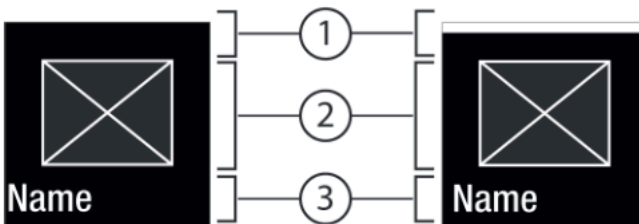
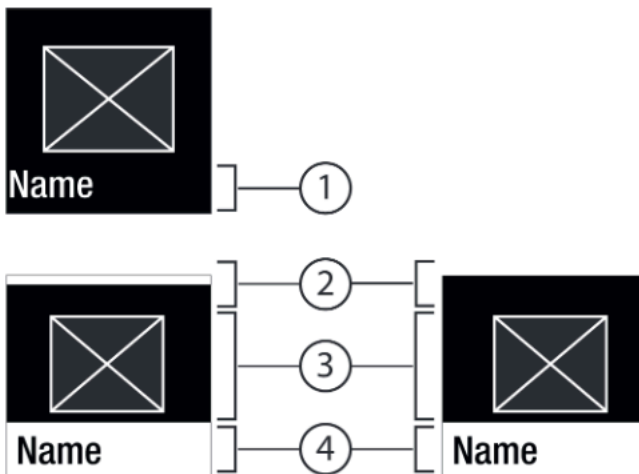

Fig. 7
Fig. 8
- Con Conferma Fig. 6 (2) richiamare il sottomenu Fig. 8 (4).
- Impostare un valore nuovo: Con Conferma Fig. 6 (2) selezionare un valore disattivato Fig. 7 (1).
- Ritorno al menu: Con Conferma Fig. 6 (2) selezionare un valore già attivato Fig. 7 (2).
- ▷ Stato: attivato Fig. 7 (1) è visualizzato brevemente nel sottomenu Fig. 8 (4).